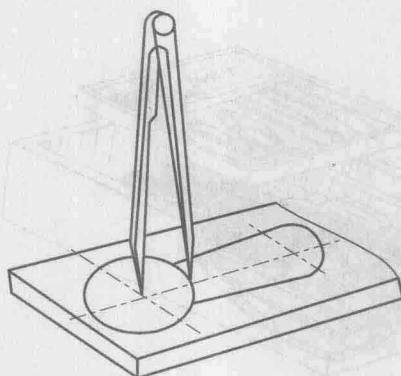

图 1-15 平面划线
(1) 划线。根据图样或实物的尺寸,准确地在工件表面上划出加工界线的操作叫做划线。
(2) 平面划线。只需在工件一个平面上划线,就能明确表示出工件加工界线的,叫做平面划线,如图 1-15 所示。